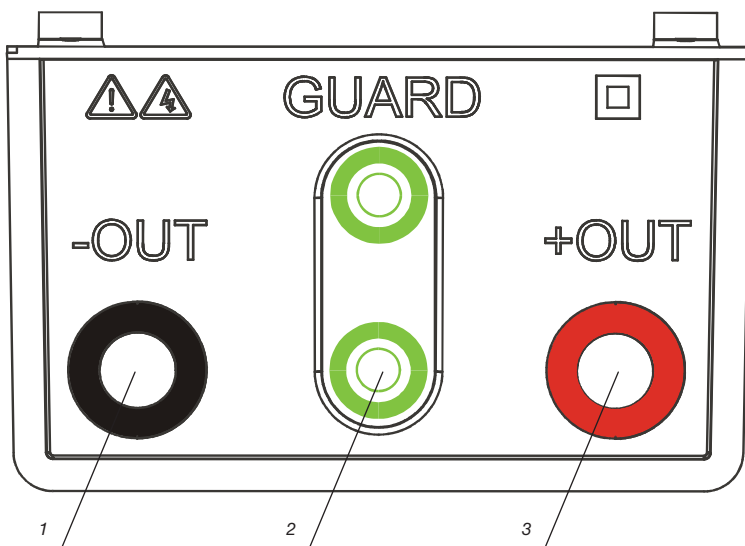

Fig. 3 Diagramme des connecteurs des fils de mesure
- Quatre fiches de sécurité banane pour les fils de mesure (fig. 3).